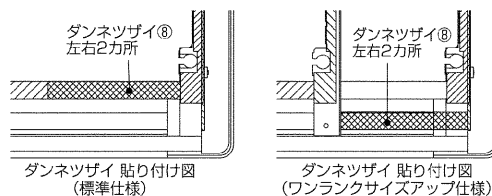

図6
- 付属のダンネツザイ⑧を化粧パネルの枠に貼り付けてください。(図6)